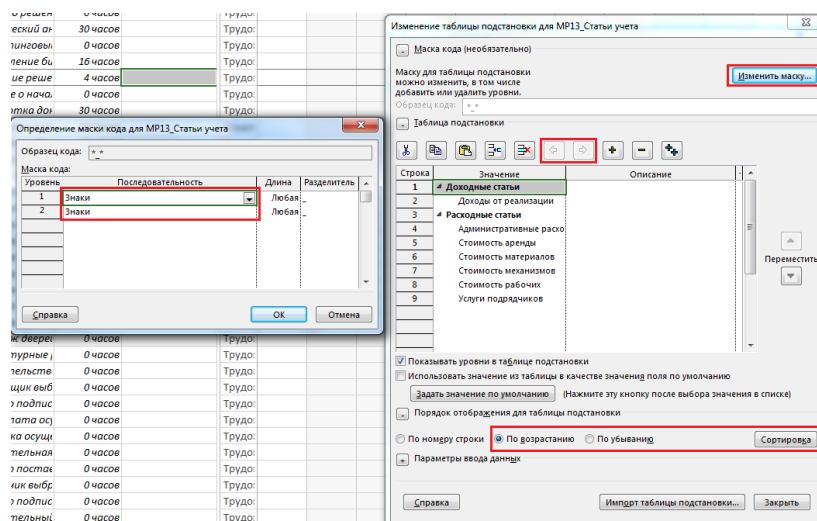

Рисунок 6.4 – Задание таблицы подстановки и маски кода у кодировки справочника
6. Разрешить или запретить ввод дополнительных значений, если вы могли что-то упустить в списке, Рисунок 6.4.